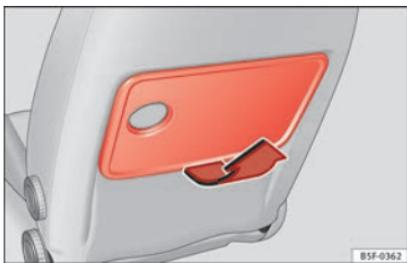

Fig. 158 Siège avant gauche : tablette escamotable.
- Pour utiliser la tablette, levez-la vers le haut dans le sens de la flèche »» **fig. 158**.